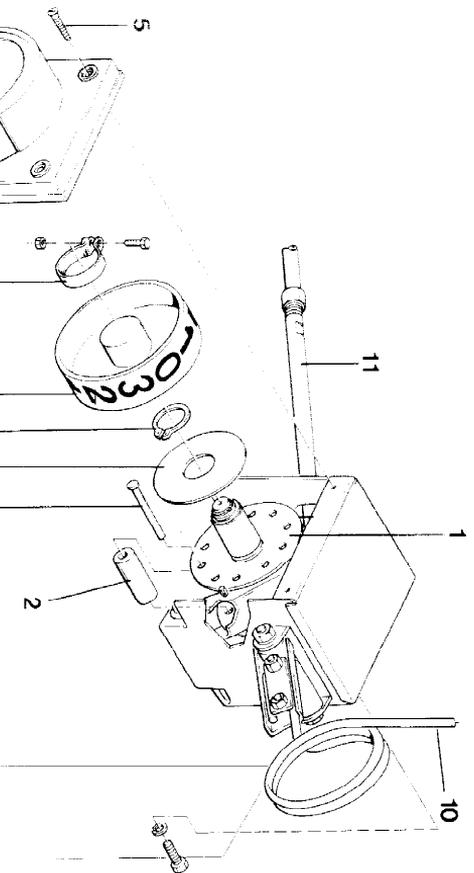

Fig. 59
Una rueda divisora (fig. 59/1) en el cambio de marchas controla las líneas en las que se marcan rodadas. Para las desconexiones cada 2, 3, 4 y 6 pasadas la rueda divisora es la misma. Para cambiar el número de desconexiones – tal como se describe al final de este capítulo – es necesario únicamente cambiar o introducir rodillos de conexión (fig. 59/2) en la caja de cambios. Para otro número distinto de desconexiones deben utilizarse otras ruedas divisoras.
La rueda divisora (fig. 59/1) está preparada para un cambio cada 2, 3, 4 y 6 pasadas. En el caso de que haya que cambiar la frecuencia de desconexión, es necesario únicamente cambiar o introducir los rodillos de conexión (fig. 59/2) en la rueda divisora (fig. 59/1).
Para el cambio cada 5, 7, 8 y 9 pasadas hay que cambiar la rueda divisora existente (fig. 59/1) por otra distinta adaptada a este número de pasadas.
Cuando se verifique una variación en la programación deberá variarse también la pegatina del indicador (fig. 59/3).
Para ello es necesario solamente cambiar o introducir los rodillos de embrague (fig. 59/2). Esto también es posible realizarlo en la caja de cambios montada en la máquina.
- Quitar la tapa protectora (fig. 59/4) alojando los dos tornillos de chapa (fig. 59/5).
- Aflojar la abrazadera (fig. 59/6) y extraer la rueda indicadora.
- Extraer la arandela de fijación (fig. 59/7) después de quitar la grupilla 24 x 1,2 (fig. 59/8).
- Los rodillos de embrague (fig. 59/2) quedan libres una vez extraídos los pernos (fig. 59/9) y se montan de acuerdo con la fig. 60.
- Colocar la arandela de fijación (fig. 59/7) y la grupilla (fig. 59/8).
- Montar la rueda indicadora (fig. 59/3) con la nueva pegatina de control (fig. 61) y fijarla a la rueda divisora con ayuda de la abrazadera (fig. 59/6).
- Accionar la caja de cambios mediante la varilla de muelle (fig. 59/10) hasta que el tubo de sujeción (fig. 59/11) sea tensado y fijado mediante un rodillo de embrague (fig. 59/2). Se sujeta la tapa protectora (fig. 59/4) a la caja de cambios y se gira la rueda indicadora (fig. 59/3) hasta que aparezca el número «0» en el visor de la tapa protectora.
- Fijar la rueda indicadora (fig. 59/3) con la abrazadera (fig. 59/6) y montar la tapa (fig. 59/4).
- Accionar la caja de cambios mediante la varilla de muelle (fig. 59/10) hasta que la rueda indicadora (fig. 59/3) haya girado al menos tres vueltas completas y comprobar si la caja de cambios trabaja correctamente, es decir que en cada posición «0» se acciona, estriándolo el tubo de sujeción (fig. 59/11).